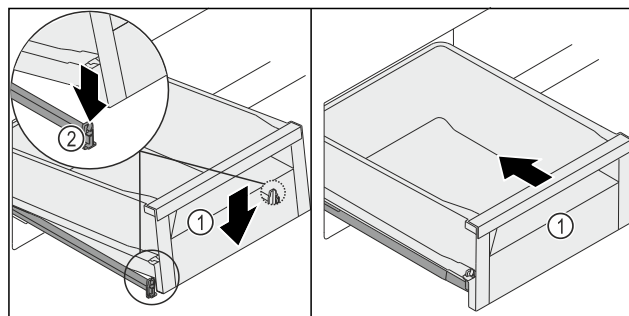

Fig. 136
- ▶ 降下前方抽屉 Fig. 136 (1)，使左右侧抽屉滑入夹子 Fig. 136 (2)。
- ▶ 听到抽屉 Fig. 136 (1)的卡紧声。
- ▶ 推入抽屉 Fig. 136 (1)。